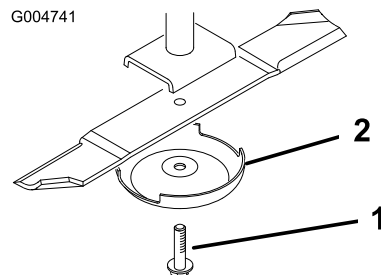

Figura 106
3. Togliete il bullone, la coppa antistrappo e la lama dall'asse del mandrino (Figura 106).